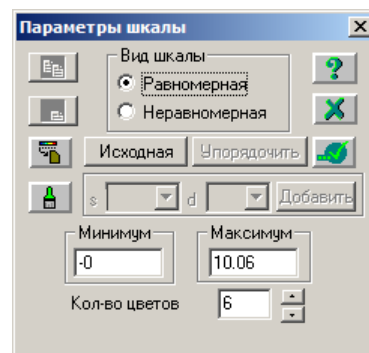

Рис.2.4.17. Окно диалога **Параметры шкалы** (после редактирования)
- задайте количество цветов 6 (рис. 2.4.17);